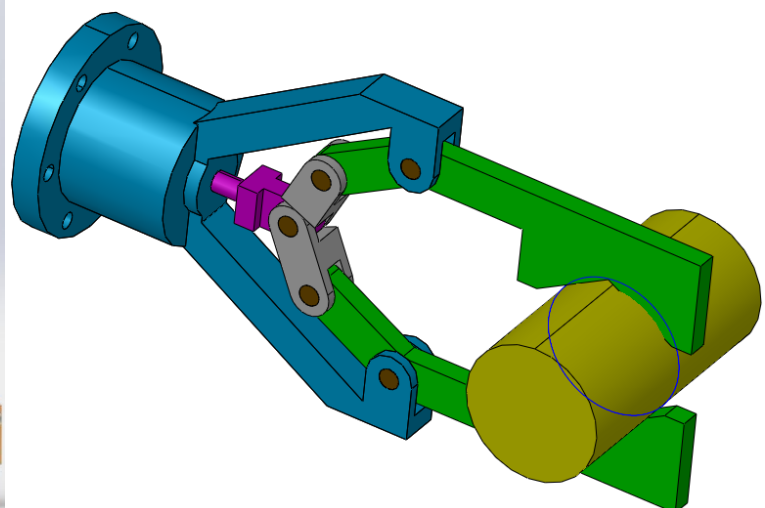
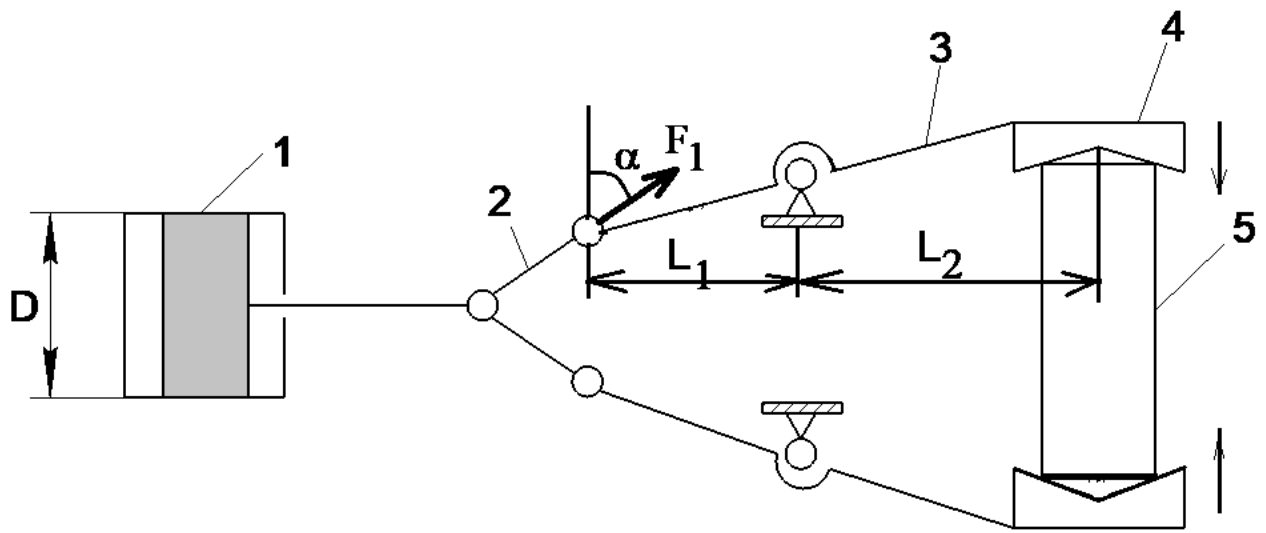

Рис. 5
Рис. 6
Для перемещения деталей электромобиля на участке применяется робот-манипулятор (рис. 5). Робот оснащен схватом (рис. 6) для захвата и удержания деталей. Схват состоит из пневмопривода (1), рычагов (2) и (3), а также губок (4), которые удерживают деталь (5). Известно, что диаметр поршня пневмоцилиндра $D=80$ мм, определить массу детали (кг), которую может поднять и безопасно удержать данный схват, если давление воздуха в пневмосистеме $p=0,4$ МПа, $L_1=0,25$ м, $L_2=0,5$ м, угол между вертикалью и усилием F_1 в шарнире А $\alpha=45^\circ$. Коэффициент запаса $k=2,15$ (коэффициент запаса показывает, во сколько раз усилие на схвате должно быть больше необходимого для удержания детали). (Принять ускорение свободного падения $g=10$ м/с²).